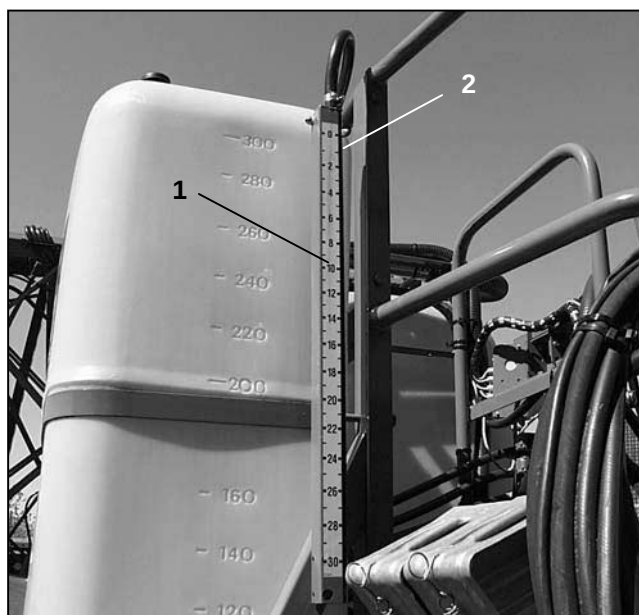

Fig. 7.4
- Beholderindholdet aflæses på viseren (fig. 7.4.1) på niveaumålerens skala (fig. 7.4/2).